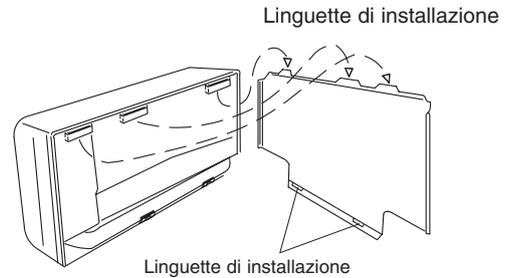

Fig. 3-26
1. Quando si installa l'unità interna, posizionarla sulle linguette di installazione poste sulla parte superiore del pannello posteriore. (Fig. 3-26)